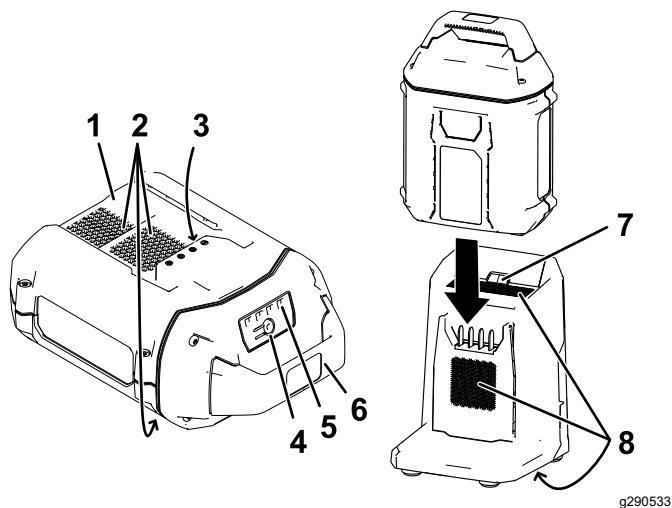

Figura 26
2. Alinai canalul acumulatorului (Figura 26) cu limba încărcătorului.
3. Glisai acumulatorul în încărcător până când este fixat corespunzător (Figura 26).